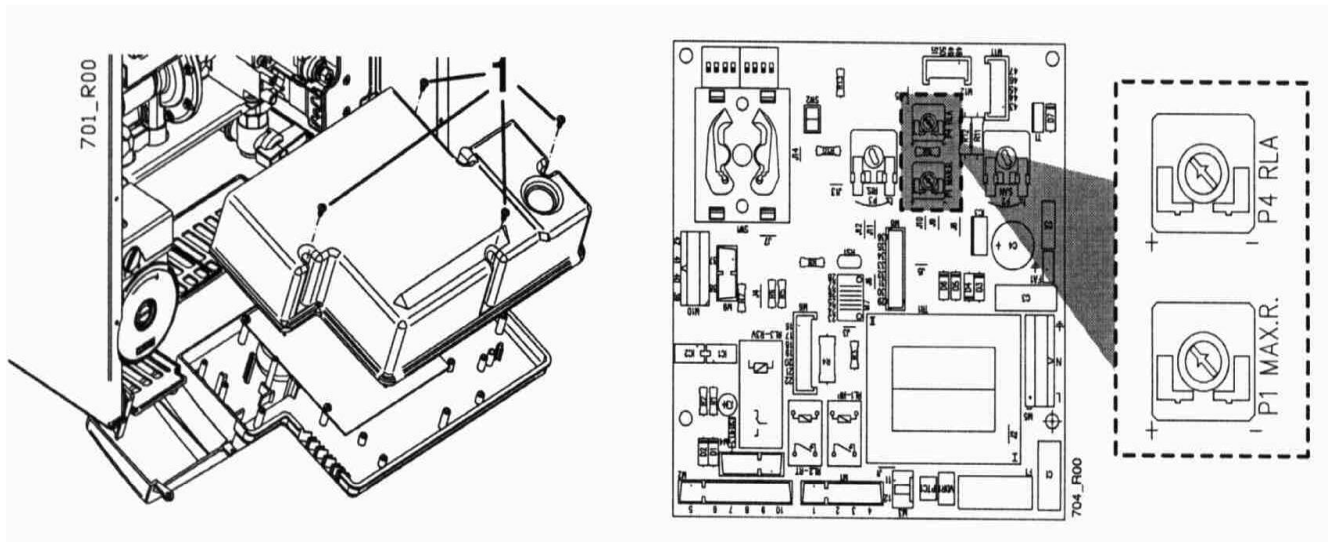

Рис.20
- открутить болты (1)(см. рис.20) и убрать заднюю стенку контрольной панели;
Максимальная мощность нагрева должна регулироваться в зависимости от условий работы установки (определены в проекте). Различные значения мощности и соответствующие значения давления газа указаны в Таблице «Мощность котла в зависимости от давления газа». Для того, чтобы приступить к регулировке горелки, действуйте следующим образом, консультируясь с Рис.20:
- Снять заднюю крышку контрольной панели, открутив винты (1) (см. рис.20)